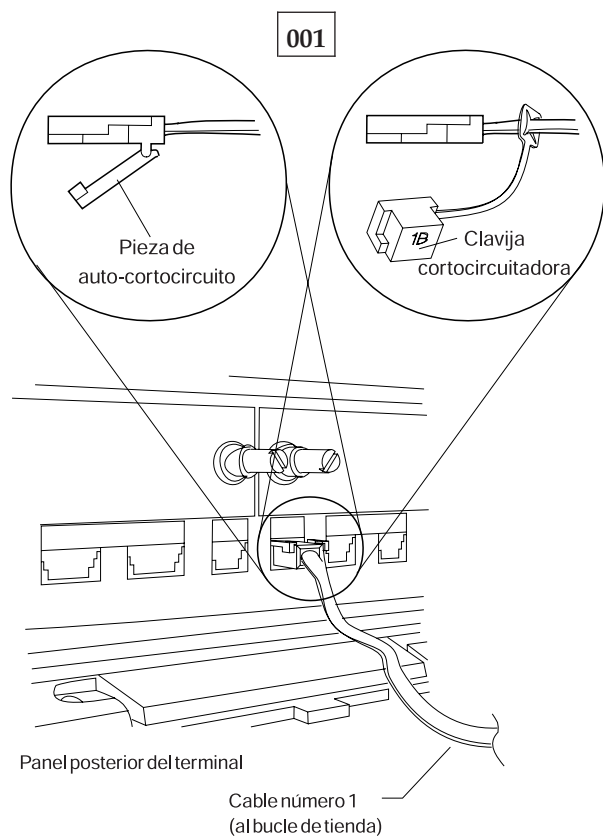

Figura 37. Clavija cortocircuitadora 1B y cable 1 de bucle de tienda de terminal Mod1
¿Está enchufado el cable de bucle de tienda al zócalo de cable de bucle en este terminal Mod1? Consulte la Figura 37 en la página 534.
- Conecte la clavija cortocircuitadora 1B al extremo de terminal del cable. Consulte la Figura 37 en la página 534.